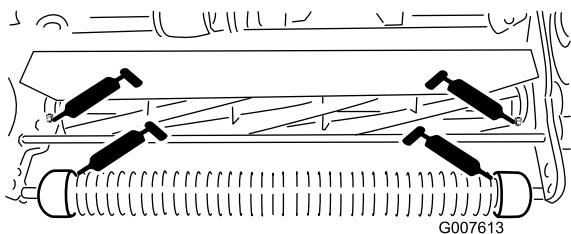

図 21
- ・ 前ローラ（2ヶ所）（図 21）
- ・ リールベアリング（2ヶ所）（図 21）